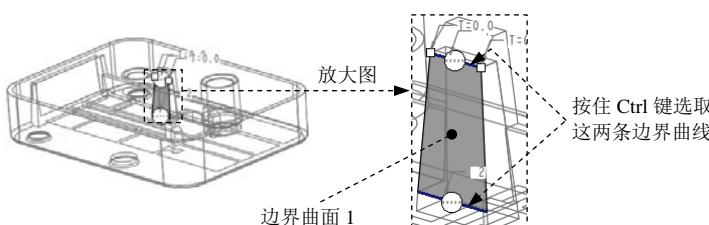

图 20.19 定义边界曲面 1
- (1) 按住 Ctrl 键，选取合并面组 1 和填充曲面 2。
- (2) 单击 **分型面** 操控板中 **编辑** ▾ 区域的 **合并** 按钮，此时系统弹出“合并”操控板。
- (3) 在操控板中单击 **选项** 按钮，在“选项”界面中选中 相交 单选项。
- (4) 在“合并”操控板中单击 **√** 按钮。
Step8. 创建图 20.19 所示的边界曲面 1。
- (1) 单击 **模型** 功能选项卡中的 **切口和曲面** ▾ 按钮，在系统弹出的菜单中依次单击 **曲面** ▾ → **边界混合**，系统弹出“边界混合”操控板。
- (2) 定义边界曲线。按住 Ctrl 键，依次选取图 20.19 所示的两条边界曲线。